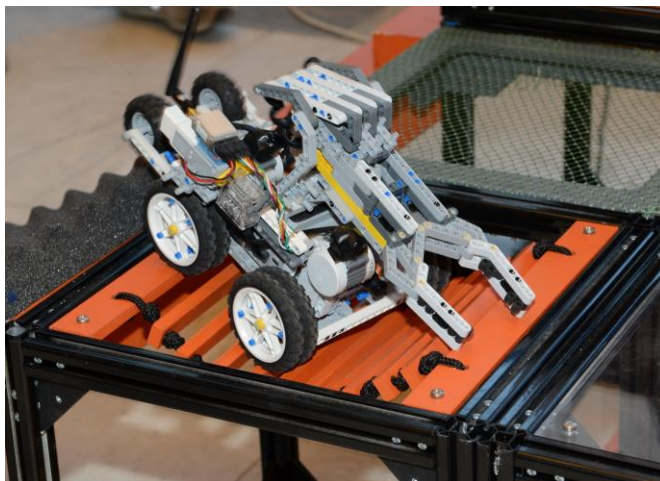

Рисунок 12 - «Подвесной мост»
1.5.14. **Крыша** – участок, представляющий собой отрезок кровельного листа (ондулина), с габаритными размерами 340x340x40 (рисунок 12).